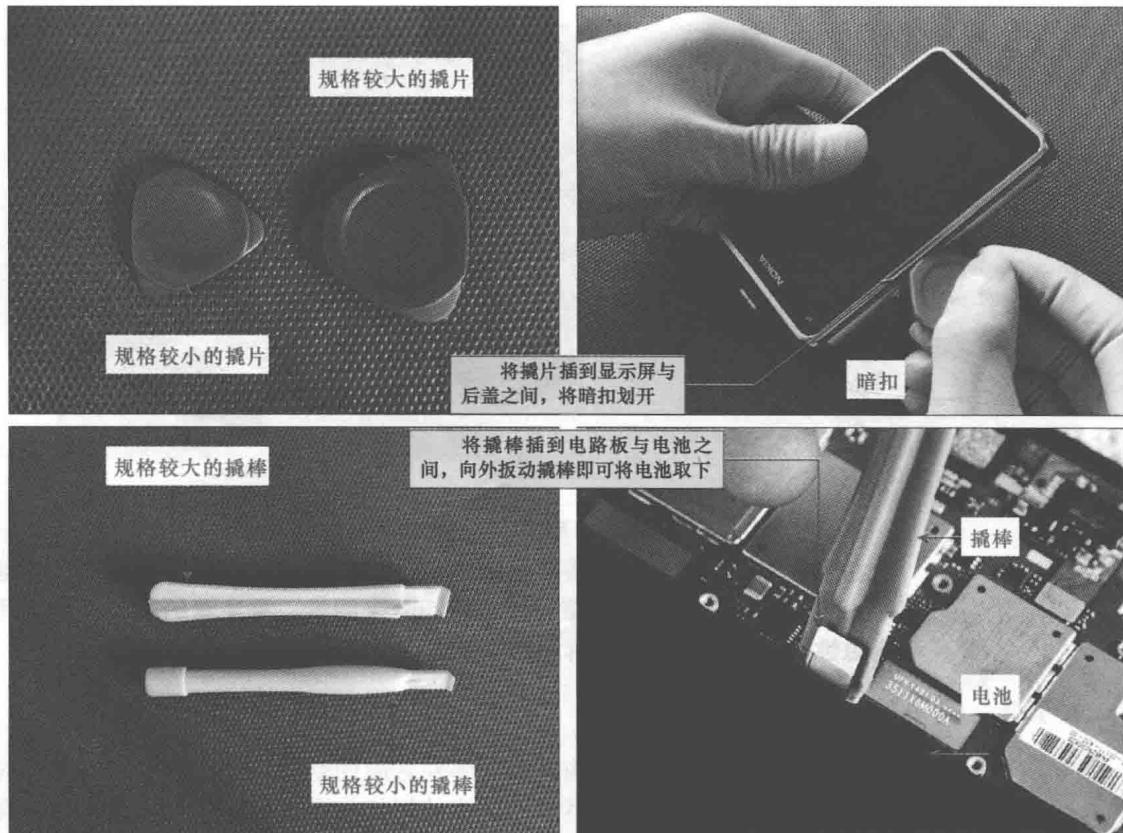

图 1-3 助撬工具的功能与应用
**图解演示** 一般智能手机的前后壳均采用塑料材质，在拆卸过程中不能直接用一字头螺丝刀强行掰撬，否则容易在外壳上留下划痕，影响美观，甚至会造成外壳开裂损坏。建议维修者可以先观察一下卡扣或暗扣卡紧方向，再使用助撬工具，从一定角度插入前、后壳之间的缝隙，即可将外壳分离。图 1-3 所示为助撬工具的功能与应用。